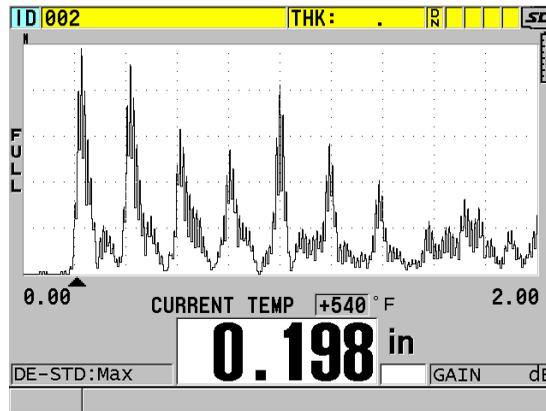

Abbildung 10-19 Anzeige von Daten mit Temperaturkorrektur
4. Mit Taste [MEAS] gelangen Sie mit aktivierter Temperaturkorrektur zurück zum Messfenster (siehe Abbildung 10-19 auf Seite 181). Die gemessenen Dicken werden nun anhand der unter **JUSTIERTEMP**, **AKTUELLE TEMP** und **TEMP-KOEFFIZIENT** eingegebenen Werte für die Temperatur korrigiert.